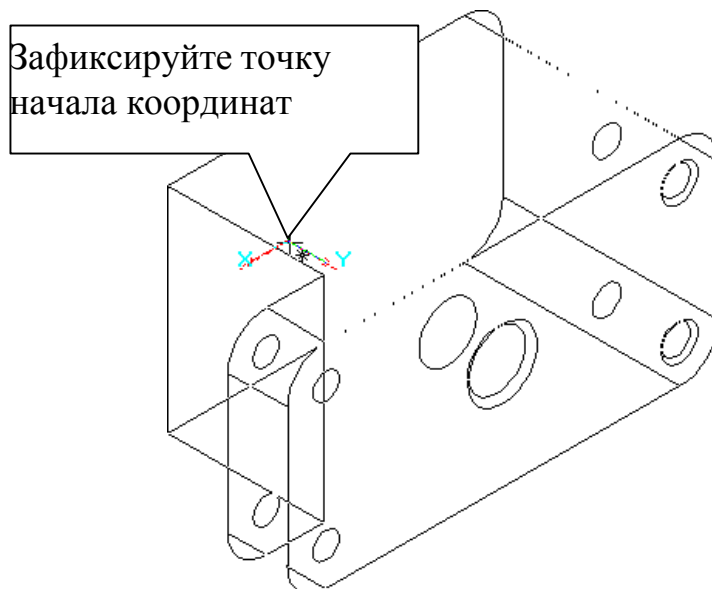

Рис. 7
1) Нажмите кнопку **Добавить из файла**  на панели **Редактирование сборки**  и откройте модель «Основание». Подведите курсором фантом модели к началу координат и зафиксируйте ее положение в точке начала координат (при этом курсор должен находиться в режиме указания вершины +\*), рис. 7. Установите ориентацию **XYZ**. Нажмите кнопку **Полутоновое отображение** .